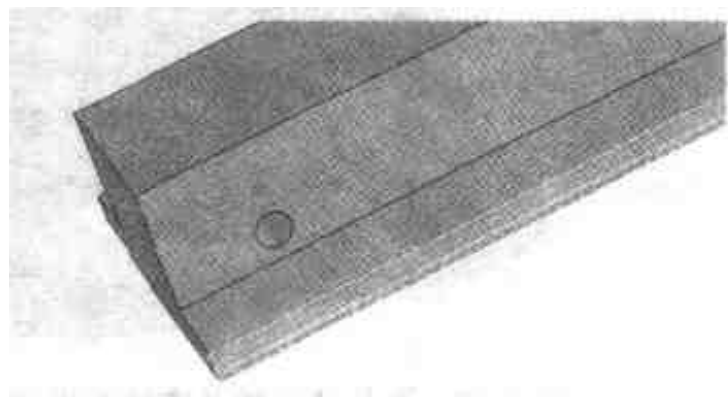

图 4.81 凸起边缘的过渡
- (7) 在向前凸出的上下边缘作半径为 1.5 的过渡，结果如图 4.81 所示。